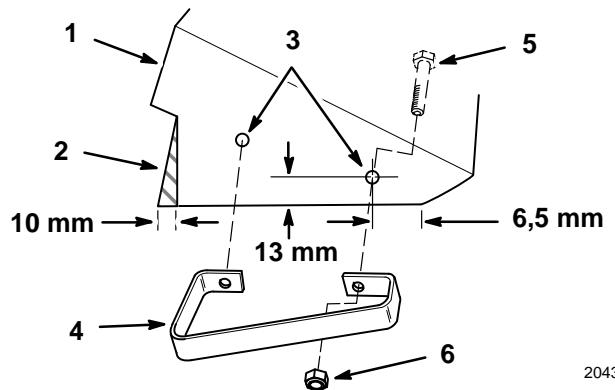

Abbildung 3
1. Von der hinteren äußeren Ecke des Grasablenkblechs aus 10 mm nach innen messen und eine Linie bis zur inneren Ecke ziehen (Abb. 3). Das Grasablenkblech entlang der Linie durchschneiden.
2. 13 mm über der unteren Kante und 6,5 mm vom Ende des Grasdablenkblechs aus eine 9 mm-Bohrung vornehmen (Abb. 3).
4. Eine zweite 9 mm-Bohrung im Grasablenkblech vornehmen (Abb. 3).
5. Den Ablenkblechschutz mit zwei (2) 8 mm (5/16")-Schrauben von der Innenseite und mit 8 mm (5/16") - Sicherungsmuttern am Grasablenkblech befestigen (Abb. 3).